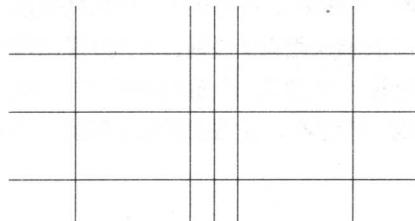

图 1-22 总平面图的辅助线
- (2) 如果没有打开正交模式，按 F8 键打开正交模式。
- (3) 单击“构造线”按钮，在绘图区任意绘制一条竖直构造线和一条水平构造线。
- (4) 单击“偏移”按钮，使得水平构造线依次向下偏移 9000 距离、10500 距离；竖直构造线依次向右偏移 17700 距离、3600 距离、3600 距离、17700 距离。得到的辅助线如图 1-22 所示。